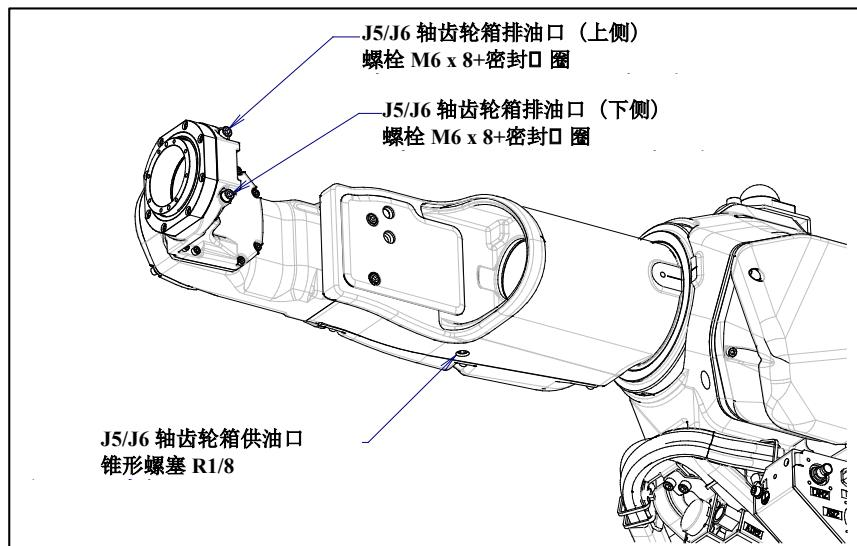

图 7.3.2.5 (a) 供油口和排油口
- 4 取下 2 个排油口的螺栓和密封垫圈。另外，取下供油口的锥形螺塞。（按照图 7.3.2.5 (a)）此时，为了防油的溢出到周围，最后取下供油口的螺栓。）